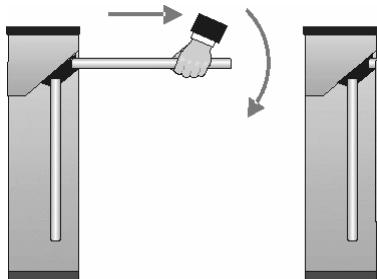

Рисунок 15. Использование преграждающих планок Антипаника
- Снимите крышку турникета (3) в соответствии с разд. 6.
- Открутите по две гайки М6, фиксирующих верхние части стенок внешних (2) на стойке турникета, после чего снимите стенки внешние, приподняв их вверх.
- Проведите визуальный осмотр устройства поворота (толкателя, пружин и ролика), оптических датчиков поворота преграждающих планок и демпфирующего устройства (см. рис. 15).